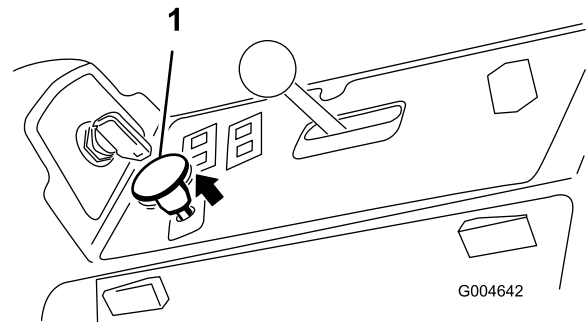

Figura 19
3. Tire del mando de la toma de fuerza para engranarla (Figura 19).